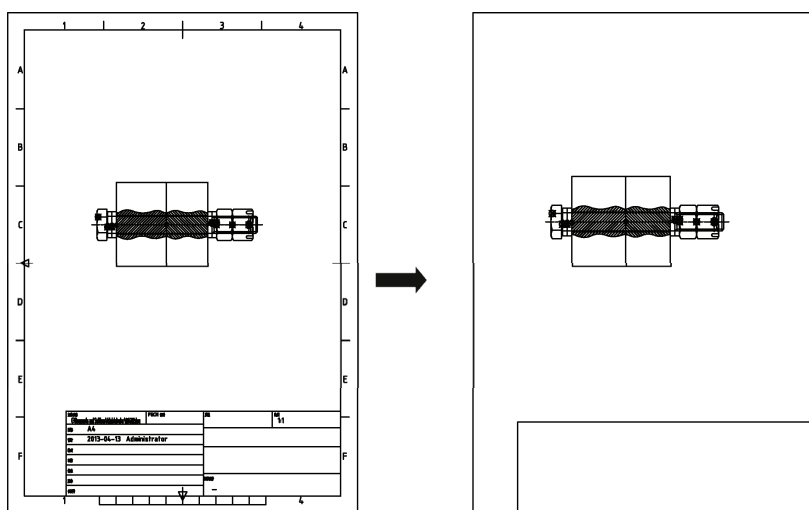

图 6-6 关闭标题栏图层
- 执行“标题栏图层 开/关”命令后，图中绘制标题栏的图层将被隐藏，如图 6-6 所示。